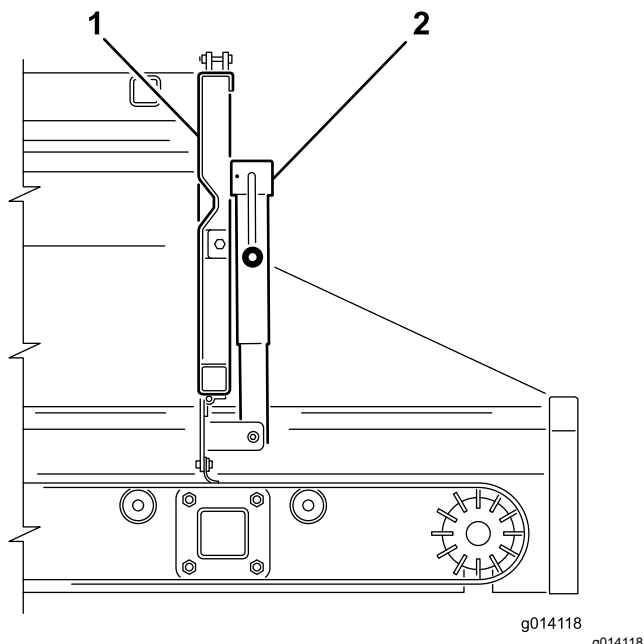
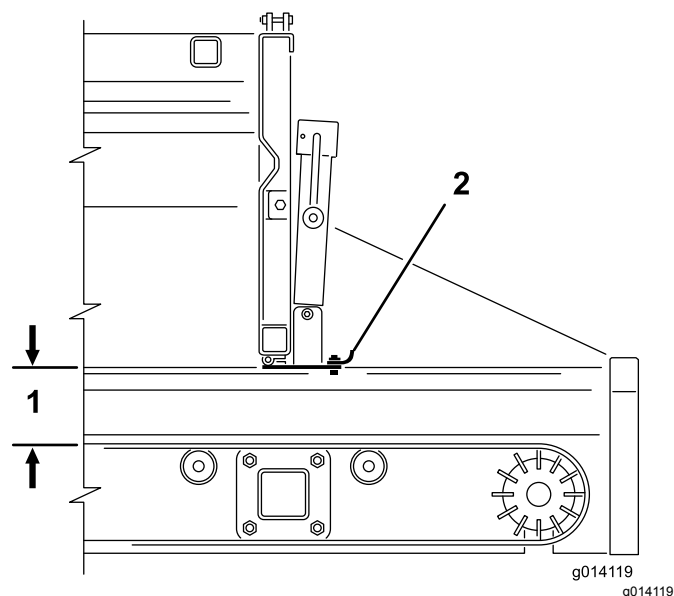

Figure 38
Figure 39
2. Avec la poignée de béquille, ouvrez ou fermez la partie réglable de la trappe arrière (Figure 38 et Figure 39). Cela limite l'écoulement de matériau quand un accessoire est utilisé.